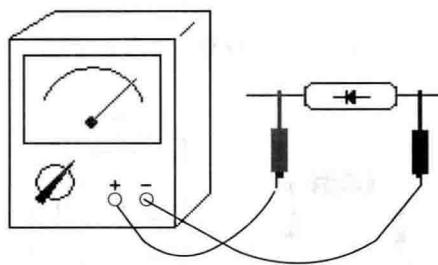

图 1-2 用万用表测量二极管的两根引线
④用万用表  $R \times 100$  或  $R \times 1k$  挡，任意测量二极管的两根引线，如果量出的电阻只有几百欧姆（正向电阻），则黑表笔（即万用表内电源正极）所接引线为正极，红表笔（即万用表内电源负极）所接引线为负极，如图 1-2 所示。